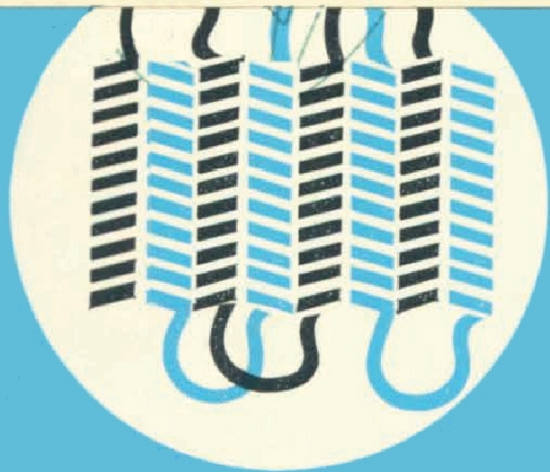

Abb. 17
Die mitgelieferte Lochblende wird vor das Bildfenster gebracht (siehe Vorführung einzelner Dias) und der Objektivdeckel aufgesetzt. Die Lampenwendel zeichnet sich nun darauf ab. Die ebenfalls sichtbaren, vom Spiegel zurückgeworfenen Wendelbilder müssen in die Lücken der Lampenwendel fallen. Liegen beide zusammen, muß die Lampe mit der Rändelschraube (13) an der Außenseite des Lüftergehäuses verstellt werden, bis Lückenstellung erreicht ist (Abb. 17 und 18). Wenn sich Bild und Spiegelbild überdecken, wird der Glühdraht überhitzt und brennt leicht durch. Überhaupt ist während des Betriebes jede Lampe besonders empfindlich gegen Erschütterungen oder zu starkes Schrägstellen des Gerätes. Die Lampenhersteller haben eine Neigung bis zu 15° zugelassen. Stärkere Neigungen verringern die Lebensdauer der Lampe.